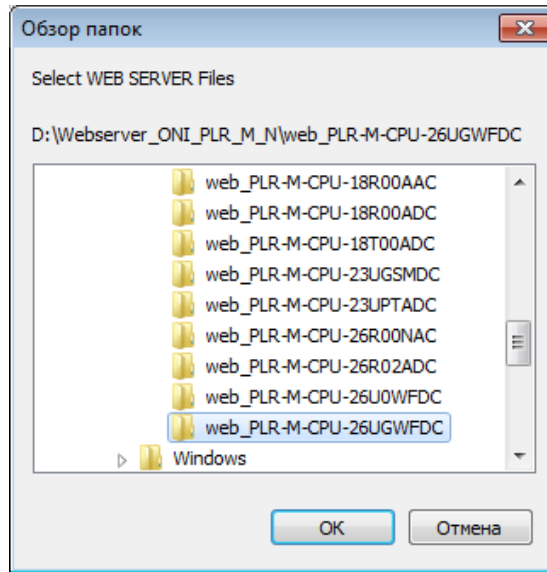

Рисунок 3.122
3. Нажмите "Путь к файлам" и выберите папку, соответствующую модели PLC-430 (рисунок 3.122).